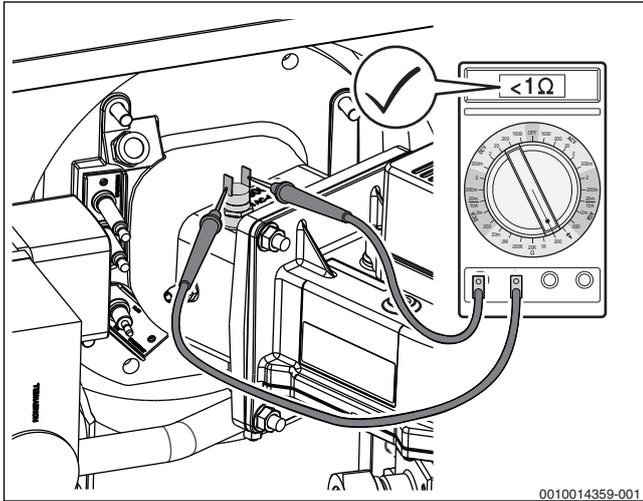

Bild 63 Elektrischen Widerstand an den Kontakten des Temperaturwächters messen (Temperaturwächter in Ordnung)
- ▶ Elektrischen Widerstand an den Kontakten des Temperaturwächters messen (→ Bild 63).